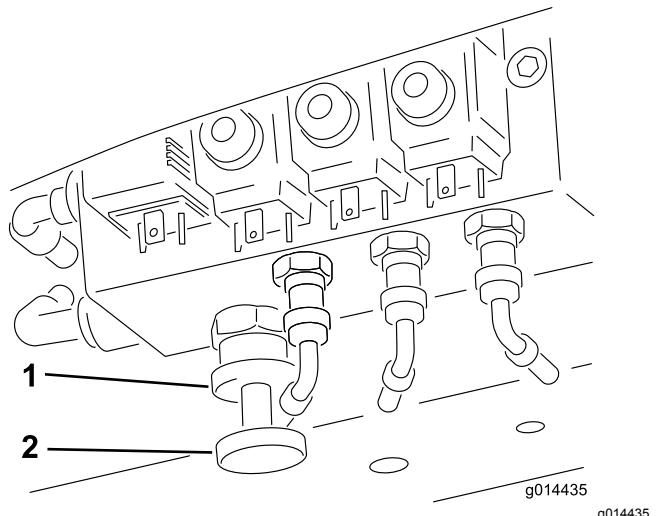

Figure 32
Pour engager le transfert de poids : L'ampleur du transfert de poids peut être réglée en fonction des conditions d'utilisation, en faisant tourner le volant de transfert de poids (Figure 32) comme suit :
1. Desserrez le contre-écrou de la vanne d'un demi-tour dans le sens antihoraire et maintenez-le dans cette position (Figure 32).
2. Tournez le volant (Figure 32) dans le sens antihoraire pour réduire le transfert de poids ou dans le sens horaire pour l'augmenter.